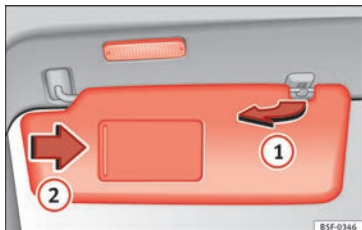

Fig. 141 Parasol.
- El parasol puede extraerse de la fijación y girarse hacia la puerta » fig. 141 ①.